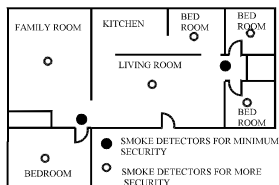

Abbildung 2: Standorte zur Anbringung von Rauch- und Hitzemeldern für einstöckige Wohnungen mit mehr als einem Schlafbereich
- ◆ Installieren Sie einen Rauch- und Hitzemelder im Flur außerhalb eines jeden separaten Schlafbereichs, wie in Abbildung 1 dargestellt. Zwei Detektoren sind erforderlich in Häusern mit zwei Bereichen mit Schlafzimmern, wie in Abbildung 2 gezeigt.